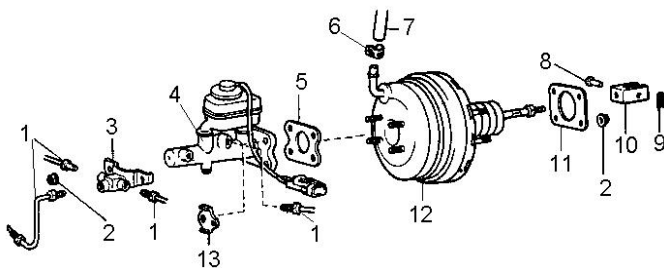
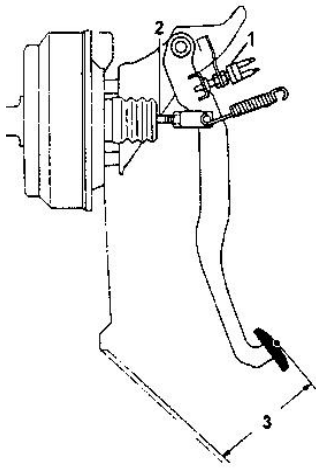

Рис. 4-1.
Рис. 4-2. Схема проверки хода педали тормоза
Измерьте полный ход педали тормоза «3» см. рис. 4-2. Он должен составлять 145...155 мм. Полный ход педали тормоза измеряется при отсоединенном от вакуумного усилителя главном тормозном цилиндре или отсоединенных от главного тормозного цилиндра тормозных трубок. В противном случае полный ход педали замерить невозможно. Регулировка полного хода педали тормоза осуществляется изменением длины толкателя 2 вакуумного усилителя. Перед началом регулировки обязательно снимите выключатель сигнала торможения 1 (порядок работы с ним см. ниже), иначе, поднимая педаль его можно поломать. Ослабьте контргайку 2 (рис. 4-1.), отсоедините палец 8. Приподнимите педаль и, вращая вилку 10 толкателя, установите нужное положение педали. Вставьте на место палец 8 и затяните контргайку 2. Установите на место и отрегулируйте выключатель сигнала торможения.
Регулировка осуществляется перемещением выключателя, для этого отсоедините от выключателя подходящий к нему жгут проводов, отпустите контргайку. Вращая корпус выключателя 1 (рис. 4-2.), переместите его в нужную сторону. Затяните контргайку и подсоедините жгут проводов. Проверьте правильность работы стоп-сигналов. При отпущенной педали тормоза они не должны гореть, а включаться должны при нажатии на педаль на 10...15 мм.
Снятие и установка. Чтобы снять кронштейн педали (рис. 4-2.):
- снимите палец 8 (рис. 4-1.), а затем отсоедините от педали вилку 10;
Сборку проводите в обратном порядке. При сборке смажьте консистентной смазкой Литол-24 ось педали тормоза 6, втулки 7, концы пружины 2, палец 8 (рис. 4-1.), места соединения вилки 10 с педалью.